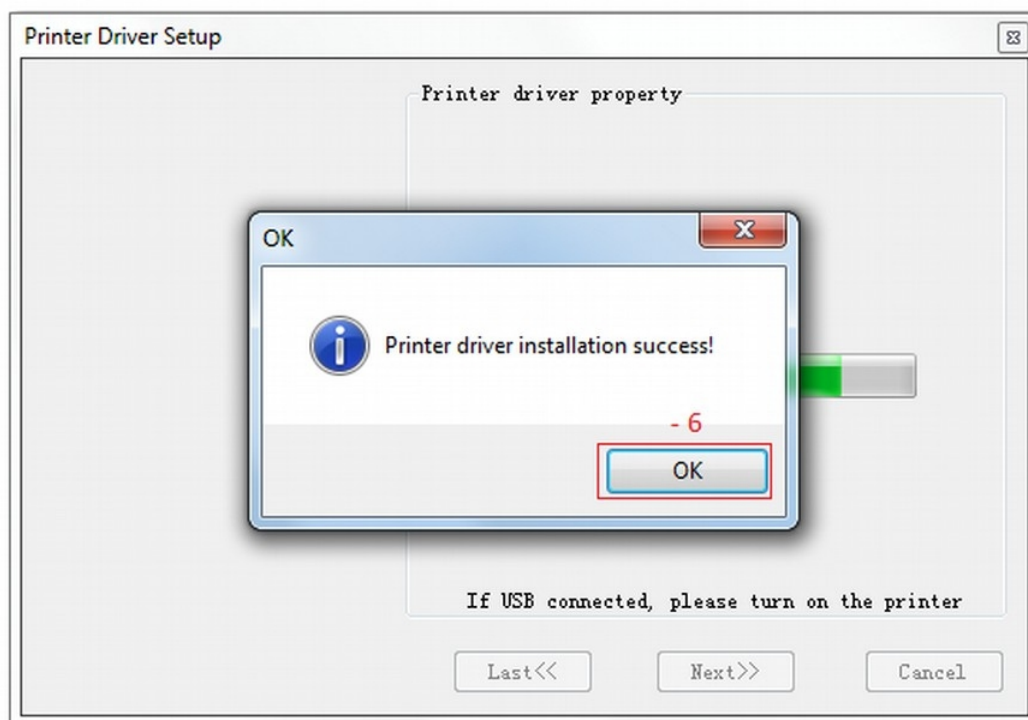

Figura 4
d) Para finalizar pressione em OK. (Figura-4).